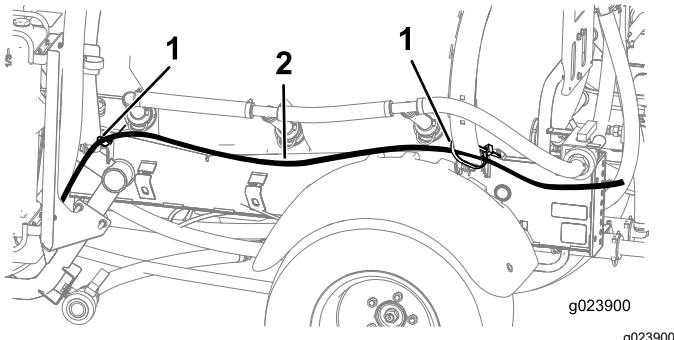

図 16
- 泡チューブ2本を、ブームから前方へ、車体の左右それぞれの側面に、取り付けブラケットと共に配設する図 16